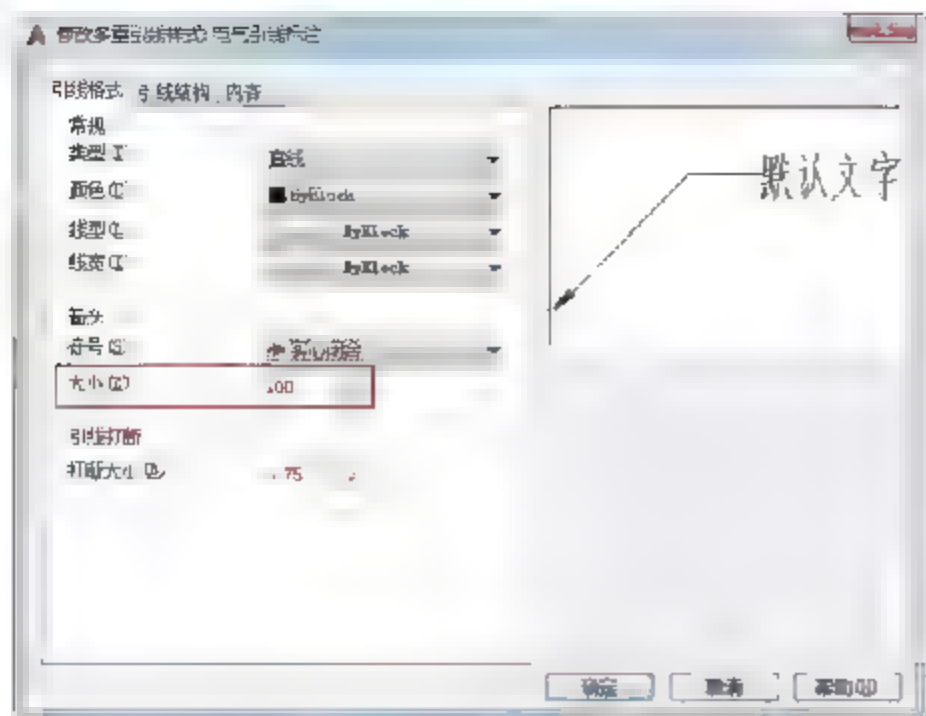

图5-122 更改符号大小
**03** 弹出【修改多重引线样式:电气引线标注】对话框，在【引线格式】选项卡中修改符号大小为100，如图5-122所示。